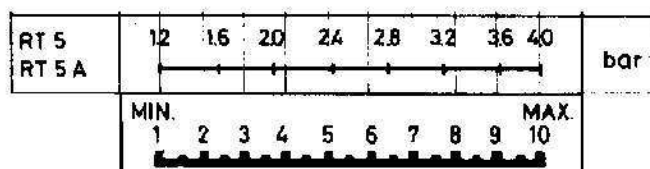

Рис. 4
- а) Повернуть регулятор (1) до тех пор, пока стрелка шкалы (2) не установится на значении давления, на котором следует начать работу;
- б) Снять крышку реле давления и разместить барабан (3) на значении, выбранном качестве дифференциала (остановка горелки) на основе графика, приведенного на Рис. 4.